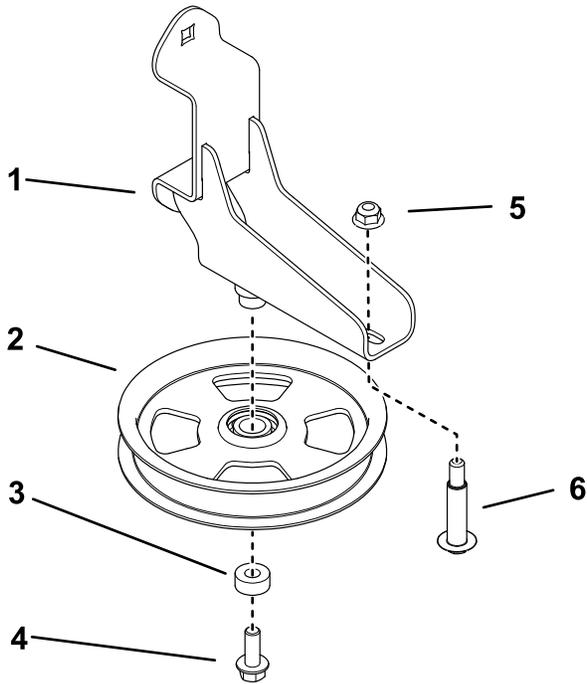

Figure 1
1. Fixez la poulie de tension sur la patte de montage à l'aide du boulon à embase hexagonale et de l'entretoise (Figure 1). Serrez le boulon à un couple de 37 à 45 N·m (27 à 33 pi-lb).
2. Fixez le boulon à épaulement sur la patte de montage avec un écrou (Figure 1). Serrez le boulon à un couple de 37 à 45 N·m (27 à 33 pi-lb).